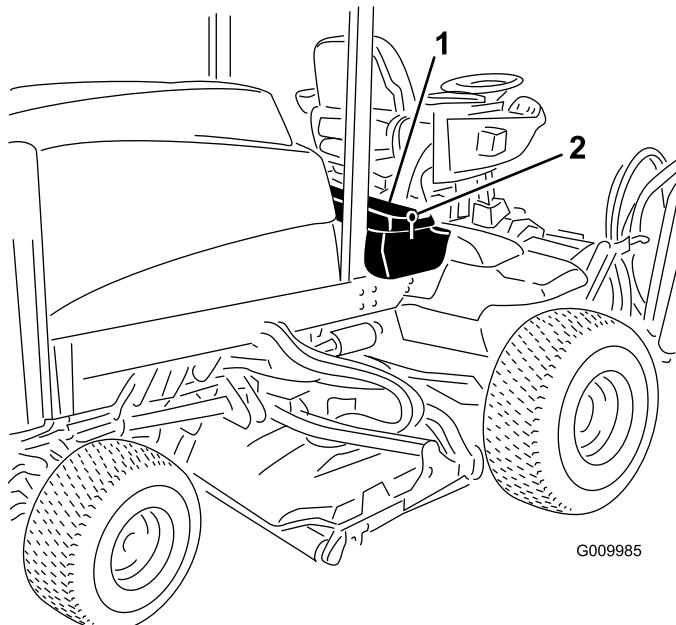
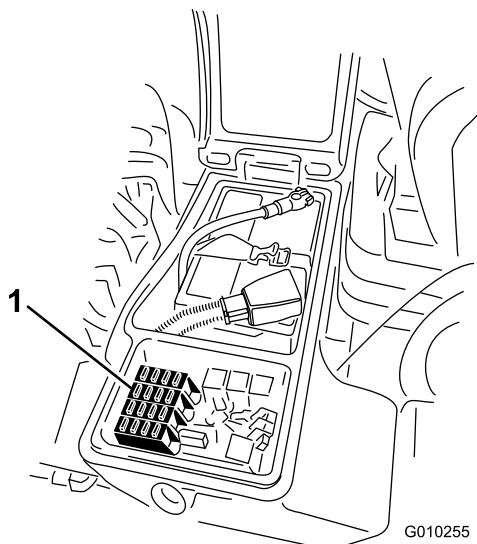

Figura 62
Figura 63
1. Afloje el cierre de la tapa de la caja de almacenamiento derecha, y levante la tapa (Figura 62).
1. Abra el cierre de la tapa de la caja de almacenamiento derecha y levante la tapa (Figura 62) para tener acceso al bloque de fusibles (Figura 63).
2. Cambie el/los fusibles fundidos según sea necesario (Figura 63).
3. Cierre la tapa de la caja de almacenamiento derecha y sujetela con el cierre (Figura 62).